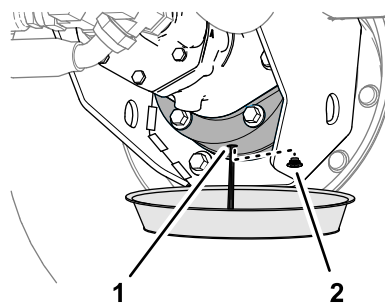

Рисунок 87
- Установите сливной поддон под корпус тормоза, снимите пробку сливного отверстия и дайте маслу полностью стечь (Рисунок 87).